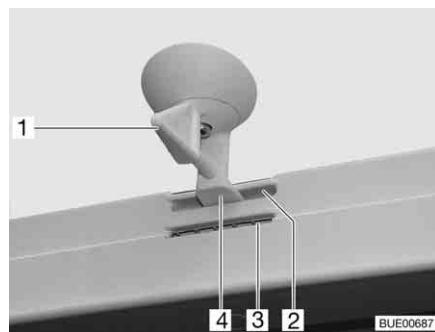
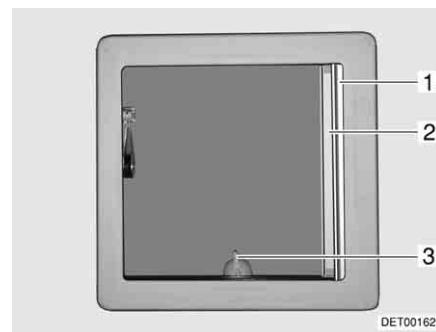

Bild 82 Kipp-Dachhaube, Verriegelung
Bild 83 Kipp-Dachhaube
- Den Hebel (Bild 82,1 bzw. Bild 83,3) eine viertel Umdrehung drehen.
- Den Hebel eine viertel Umdrehung drehen. Die Verriegelung (Bild 82,4) muss in die untere Öffnung (Bild 82,3) gleiten.
- Den Hebel eine viertel Umdrehung drehen. Die Verriegelung (Bild 82,4) muss in die obere Öffnung (Bild 82,2) gleiten.
- Die Faltverdunklung (Bild 83,1) ausziehen und an gewünschter Position loslassen. Die Faltverdunklung bleibt in dieser Position stehen.
- Insektenenschutzrollo (Bild 83,2) ausziehen, bis es an der Verriegelung an der gegenüberliegenden Seite einrastet.